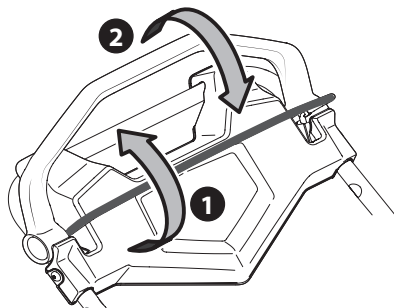

Figura 31
1. Una vez que el motor esté funcionando y mientras mantiene juntos los controles de la transmisión y la cuchilla, empuje el control de la transmisión hacia adelante para propulsar la cortadora. Cuanto más lejos se empuje el control hacia adelante, más rápido avanzará la cortadora (Figura 31).